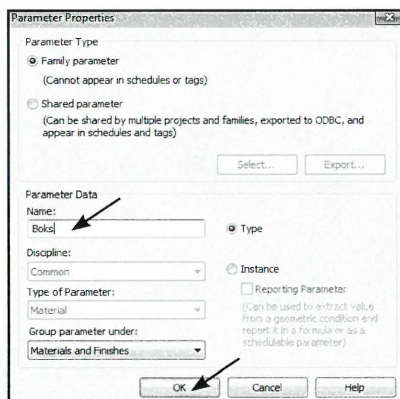

Fig. 06.47. Navngiv materialeparameteren.
- Navngiv materialet (Fig. 06.47). Vi har her blot givet det navnet *Boks*. Tag derudover stilling til om det skal være en *Type* eller en *Instance Parameter* og klik derefter *OK*.